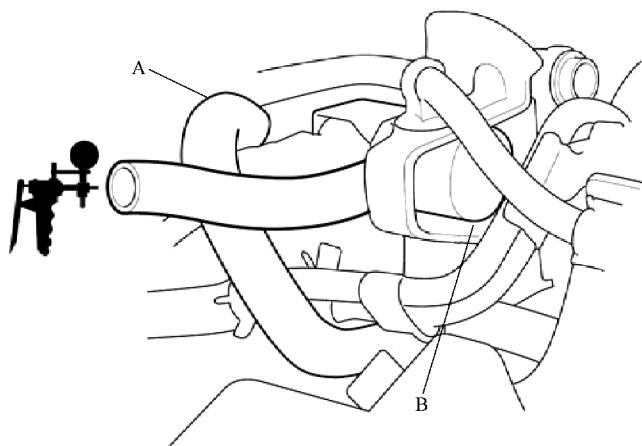

图 20-3 断开真空软管
- 6) 如图 20-3 所示, 将真空软管 A 从发动机室的 EVAP 炭罐净化阀 B 上拆下, 然后将真空泵连接到软管上。